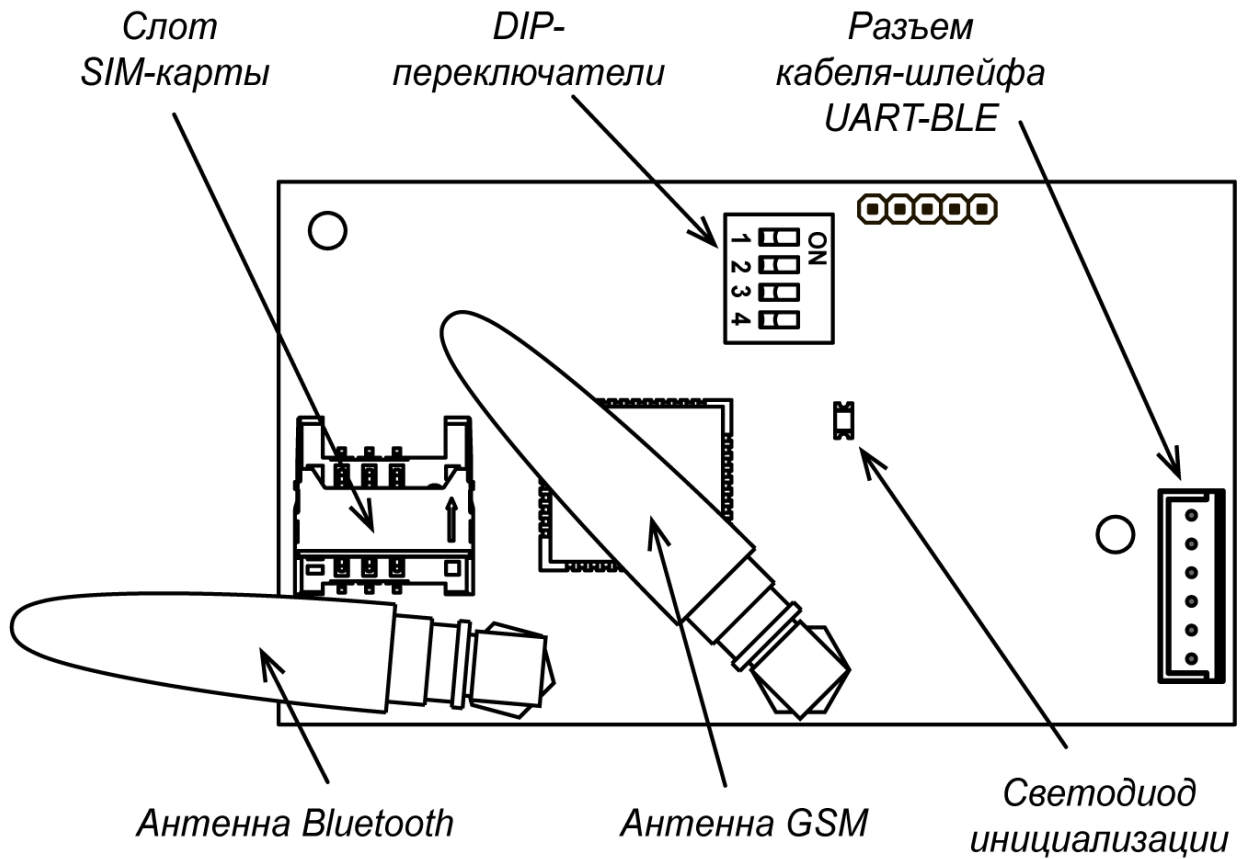

Рисунок 1. Внешний вид платы беспроводной передачи данных
2. Поместите SIM-карту в специальный разъем на плате1 (см. рис. 1).
5. Установите антенны на имеющиеся на плате модуля управления разъемы (см. рис. 1 и 3).
7. При успешном подключении модуля управления после включения питания светодиод инициализации (см. рис. 1) начнет мигать.